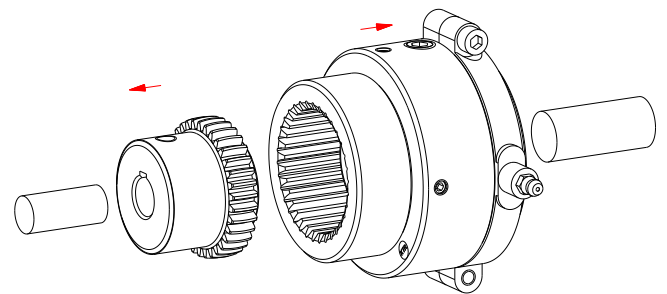

Bild 14: Montage der Nabe und des Schaltteils
- Montieren Sie die Nabe (Bauteil 1) auf die Welle der Antriebsseite und das Schaltteil (Bauteil 2) auf die Welle der Abtriebsseite (siehe Bild 14).